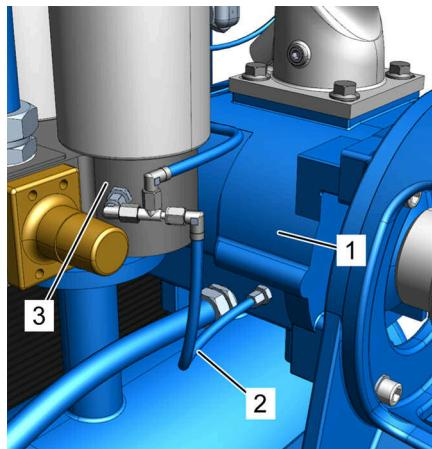

Рис. 47: Обратный трубопровод
5. Отсоедините обратный трубопровод (Рис. 47/2) на корпусе сепаратора (Рис. 47/3) и ступени компрессора (Рис. 47/1).
6. Очистите обратный трубопровод (Рис. 47/2) и сопло, при необходимости замените их оригинальными запчастями (↗ *Приложение D «Список запчастей» на странице 138*).
7. Снова установите сопло и обратный трубопровод (Рис. 47/2) на место и затяните резьбовые соединения (↗ *Приложение В «Моменты затяжки винтов» на странице 133*).